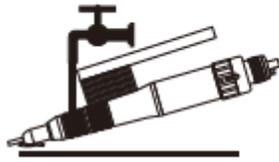

Fig.20-1
- Limpie la cubierta de la pieza como se indicó anteriormente (Fig. 20-1/20.2)